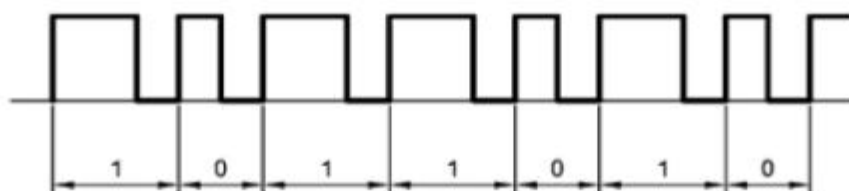

Рис. 20.3. Модуляция длительностью импульса
- ❑ модуляция длительностью импульса (Pulse Width Modulation). Длина пауз постоянна, импульсы большей длительности — логическая "1", меньшей — логический "0" (рис. 20.3).